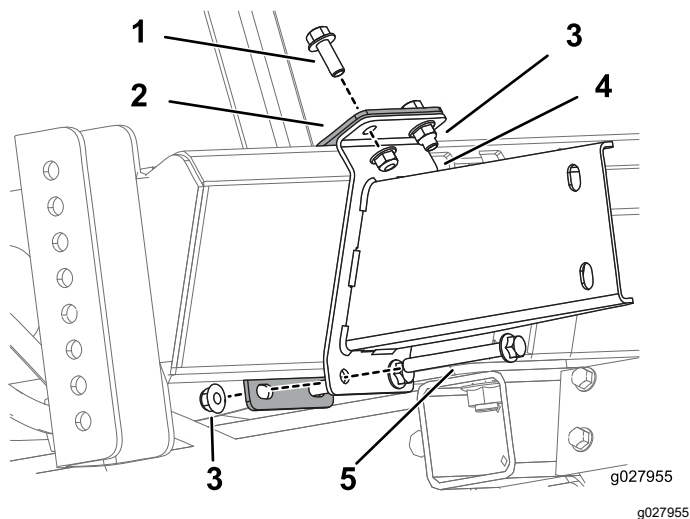

Figura 11
3. Montate la staffa inferiore e la staffa di supporto inferiore al telaio servendovi di 2 bulloni (3/8-16 poll.), 2 bulloni (3/8-16 x 3 1/2") e 4 dadi flangiati (3/8-16") come illustrato in Figura 11.